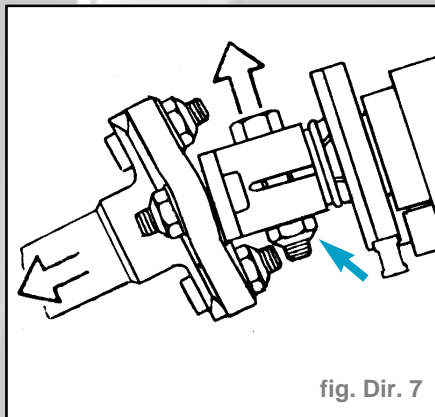

fig. Dir. 7
- Déposer la vis de blocage de l'arbre inférieur sur l'arbre supérieur (fig. Dir. 7).